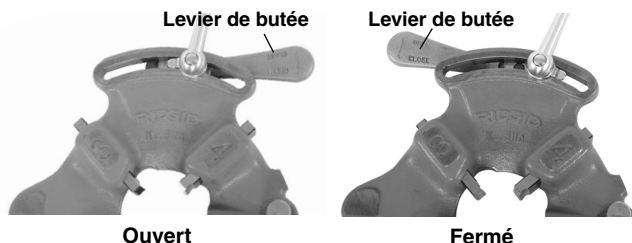

Figure 2 – Levier ouvert et fermé
2. Ouvrez le levier de butée (Figure 2).